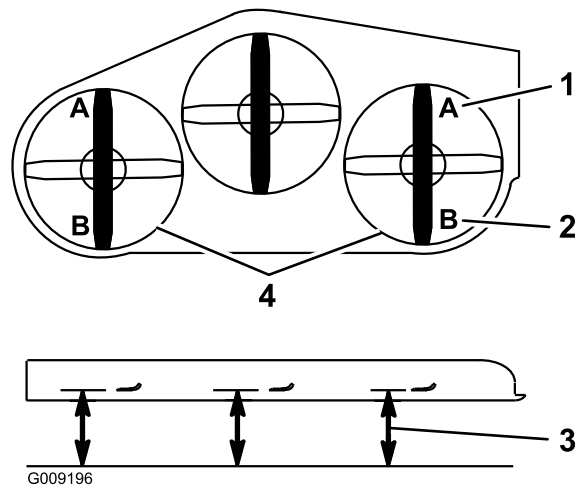

Figura 86
9. En ambos lados de la carcasa, mida desde la superficie nivelada hasta la punta delantera de la cuchilla (Posición A), según se muestra en Figura 86.
16. En ambos lados de la carcasa, mida desde la superficie nivelada hasta la punta trasera de la cuchilla (Posición B), según se muestra en Figura 86.